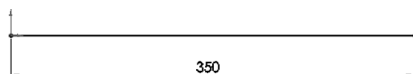

图 6-125 绘制草图
STEP 5 新建一零件文件，并绘制如图 6-125 所示的草图。